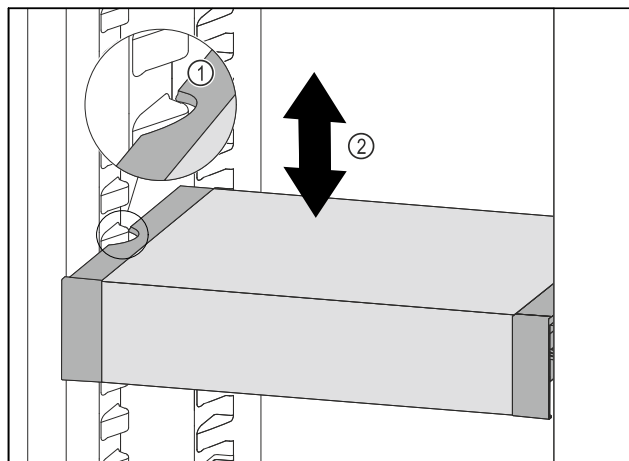

Fig. 103
- ▶ VarioSafe vucite prema naprijed sve dok se bočni otvori VarioSafe ladice ne nađu na visini žlijeba spremnika u hladnjaku. Fig. 103 (1)
- ▶ Pomičite ladicu VarioSafe u hladnjaku prema gore ili dolje sve dok ne dosegnete željenu visinu. Fig. 103 (2)